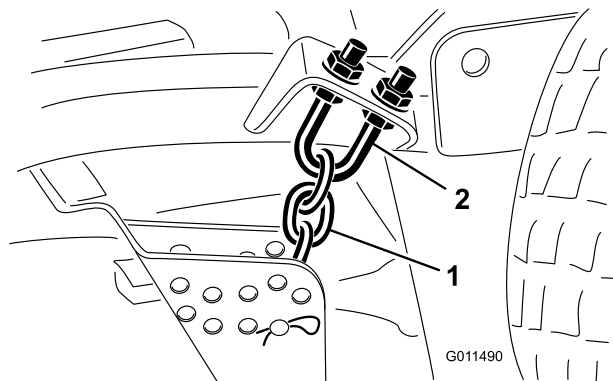

Рисунок 80
1. Ослабьте верхние или нижние контргайки на U-образном болте цепи высоты скашивания (Рисунок 80).